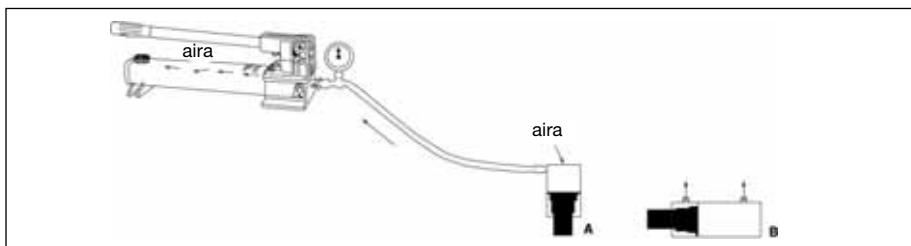

Figura 9
L'estrazione dell'aria dal sistema oleodinamico consente al pistone di avanzare e ritornare regolarmente. Vedere la figura 9.
3. Orientare il cilindro con l'estremità del pistone in basso (in alto se si utilizza un cilindro a tiro). Vedere la figura 9.